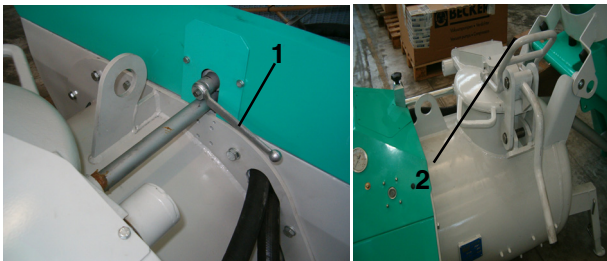

РИС. 2
5. ОБЩИЕ ПРЕДУПРЕЖДЕНИЯ ПО БЕЗОПАСНОСТИ РАБОТЫ (рис. 2)
В бетононасосе для стяжек IMER опасные участки огорожены специальными предохранительными устройствами, которые всегда должны стоять на своих местах и поддерживаться в идеальном состоянии; к таким устройствам, например, относятся кожух вентилятора охлаждения дизельного двигателя и решетка на люке резервуара, предотвращающая контакт с расположенной внутри него мешалкой. Блокировку последней осуществляет шаровый предохранительный клапан (поз. 1, Рис. 2): при открывании решетки мешалка автоматически останавливается.
Проверьте, чтобы не была нажата **кнопка аварийного останова (поз. 8, Рис. 9б)**, при необходимости отжав ее, и чтобы **предохранительный шаровой клапан решетки люка был полностью закрыт (поз. 1, Рис. 2)**.
производительностью 5200 нл/мин) и начнет подачу сжатого воздуха. Примерно через 30 с он перейдет к работе на минимальном числе оборотов: Дождитесь, чтобы показания манометра (поз. 6, Рис. 9б) упали до 0 бар, откройте предохранительный шаровой клапан, расположенный на крышке загрузочного люка (поз. 2, рис. 2), дождитесь полного выхода воздуха и откройте крышку люка.
Попробуйте привести в действие мешалку с помощью рычага распределителя (поз. 11, Рис. 9б). Убедитесь, что рычаг предохранительного клапана решетки (поз. 1, Рис. 2) закрыт. Попробуйте поднять и опустить загрузочный ковш с помощью рычага распределителя (поз. 10, Рис. 9б), а также привести в действие скребок с помощью установленной на нем кнопки (поз. 7, Рис. 11) (ее следует держать нажатой, при отпускании кнопки скребок останавливается), если машина оборудована этими принадлежностями.